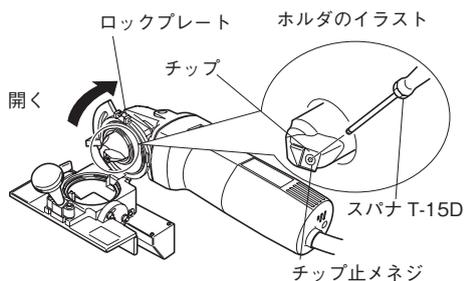
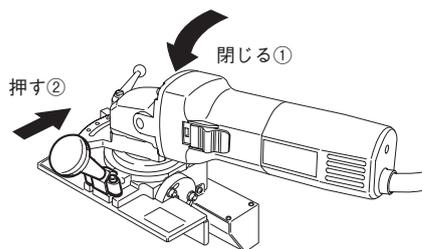

図 19 ロックプレートを開いてチップ交換
図 20 ロック
- (2) ノブを倒した状態で、ロックプレートを開いてください。(図 19)
- (3) 付属のスパナ T-15D でチップ止メネジをはずし、チップを取りはずします。(図 19)
- (4) チップの方向に注意して新しいチップ (面をかえたものを含む) を取り付けます。
- (5) ノブを倒した状態で、ロックプレートを閉じ、ノブを横に押しロックしてください。(図 20)